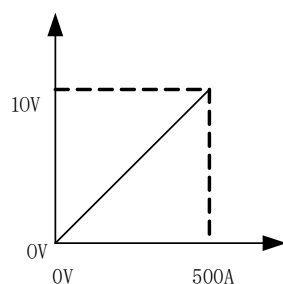

图 4-7 信号等效电路
3. 焊机实际设定电流值与焊机电流模拟量接收值之间的对应关系，如图 4-7 所示；